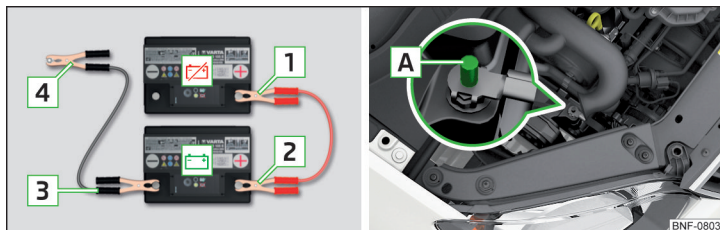

Рис. 155 Допомога із запуском: - Розряджений акумулятор, - акумулятор живлення / маса двигуна в системі START-STOP.
- Для автомобілів з START-STOP системою, закріпіть клему до точки заземлення двигуна » Рис. 155.